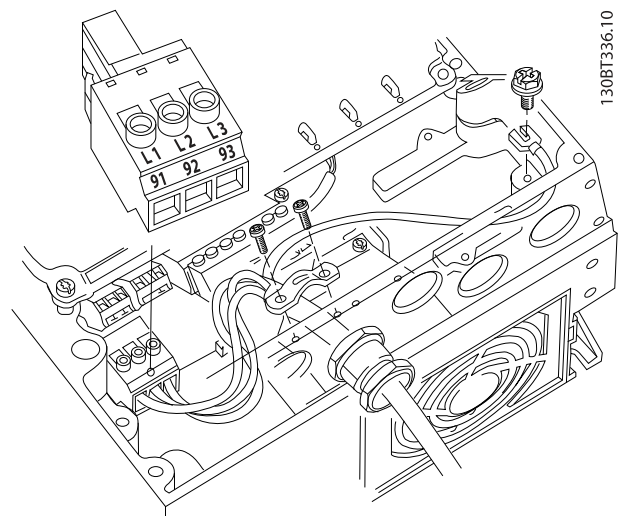

Abbildung 2.12 Netzanschluss
- Schließen Sie die 3 Phasen des Netzeingangs an die Klemmen L1, L2 und L3 an (siehe Abbildung 2.12).